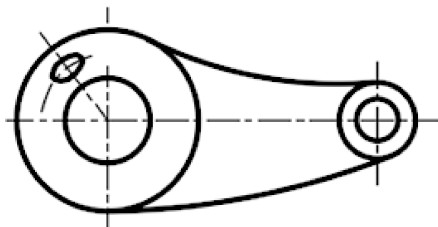

图 2-61 以圆心为参考基准
- 一般来说，在有圆、圆弧或椭圆的图中，参考基准就是圆心，如图 2-61 所示。如果有多个圆出现，那么以最大圆的圆心作为参考基准中心。